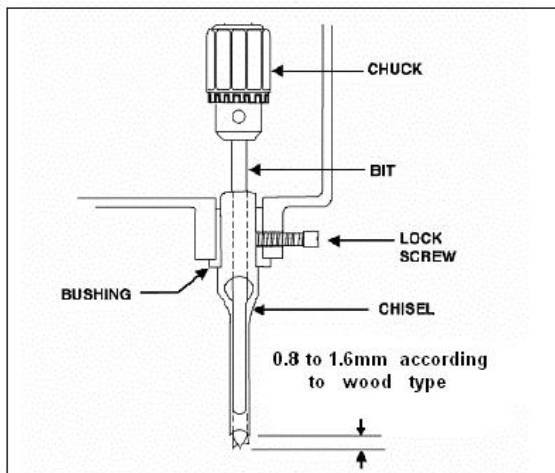

Figura 12
16. Allentare la vite di bloccaggio, mostrata nella Figura 12 .